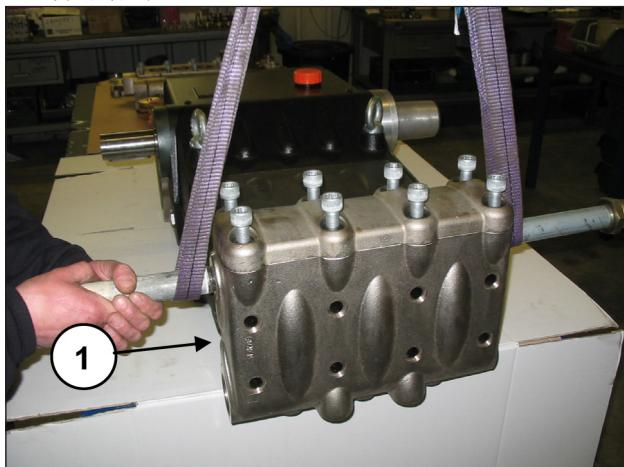
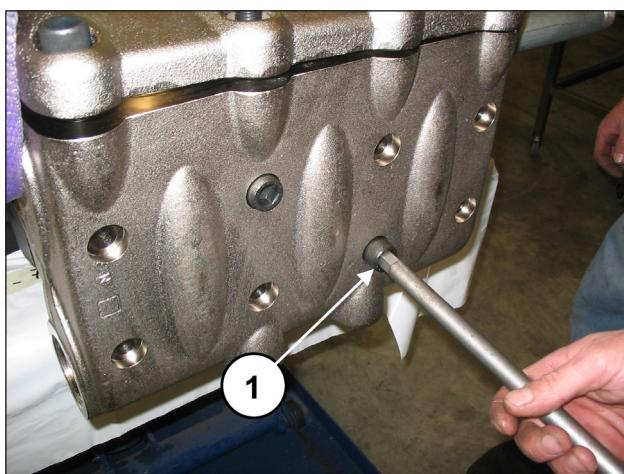

图 134
图 135
将泵头安装在泵壳（位置①，图 134）上，注意不要碰到活塞，并拧紧8个M16x150螺丝（位置①，图 135）。
(见图 图 135)，然后继续交叉拧紧4个外螺栓。**